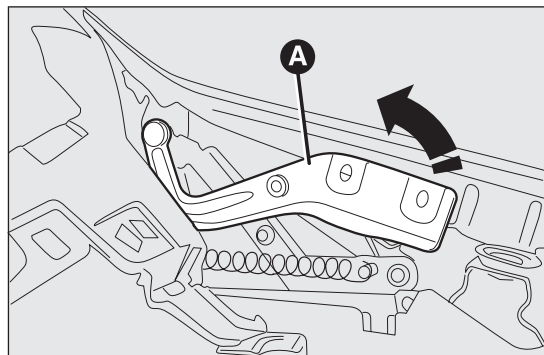

fig. 86
- levantar la varilla de soporte del capó del motor A fig. 86 y acompañarla hasta oír un chasquido que indica que está fijada;